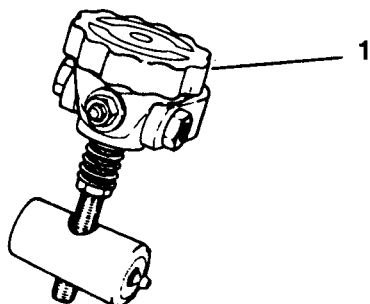
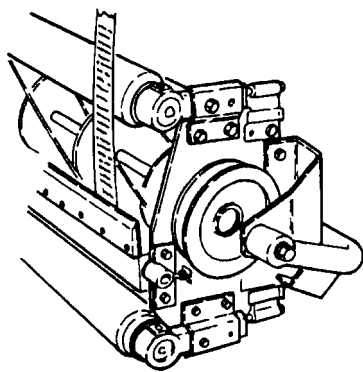

Fig. 40
Fig. 41
1. Sørg for, at kontakten med knivcylinderen fjernes ved at dreje bundknivens justeringsknap mod uret (Fig. 40). Tip klippeenheden for at få adgang til knivcylinderen og bundkniven (Fig. 41).
5. Juster møtrikkerne for at flytte bundknivens justeringsanordning op eller ned, indtil papiret klemmes sammen langs hele bundknivens overflade, når bundknivens justeringsknap justeres, så den ikke er mere end 2 klik ud over første kontakt med knivcylinderens bundkniv (Fig. 41).